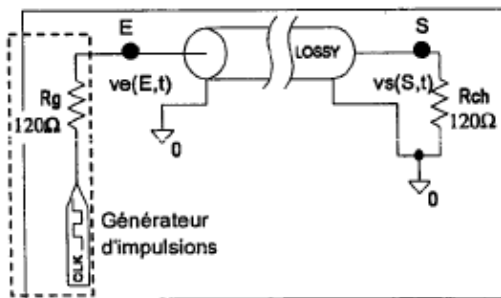

Figure 5
- La condition de mesure A représente une ligne adaptée sur sa résistance caractéristique. Ce cas illustre un fonctionnement normal du bus CAN. C'est le schéma de la **figure 5**.